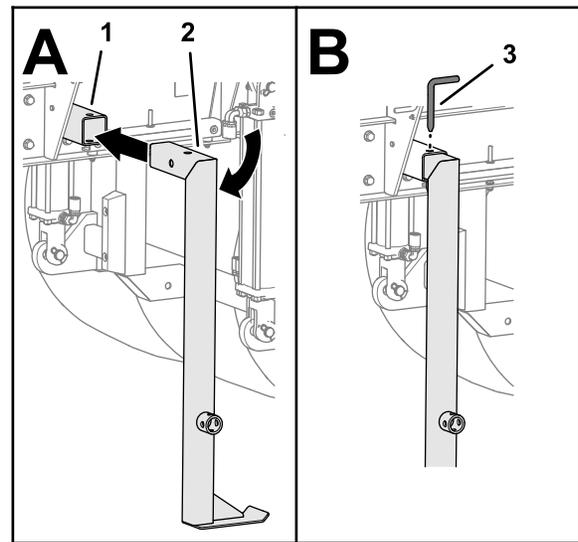

Figura 23
5. Gire la pata de apoyo trasera hacia abajo e insértela en el tubo de pata (Figura 23)
6. Alinee los orificios en la pata de apoyo y el tubo y fije la pata de apoyo con el pasador de la pata de apoyo (Figura 23).